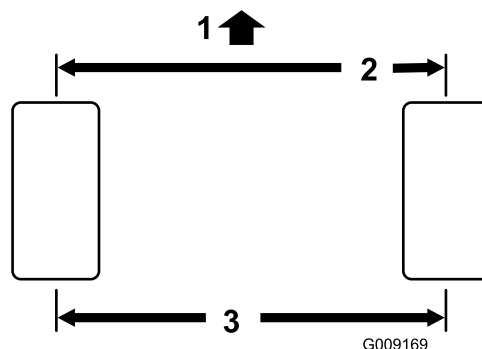

Bild 108
- Messen Sie den Abstand vorne und hinten an den Lenkreifen Mitte-zu-Mitte (auf Achshöhe). **Bild 108**